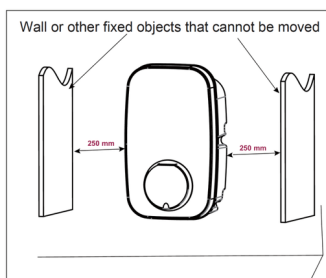

Fig. 5
- Raccomandazione: distanza laterale minima di 250 mm su ciascun lato. Fig. 5